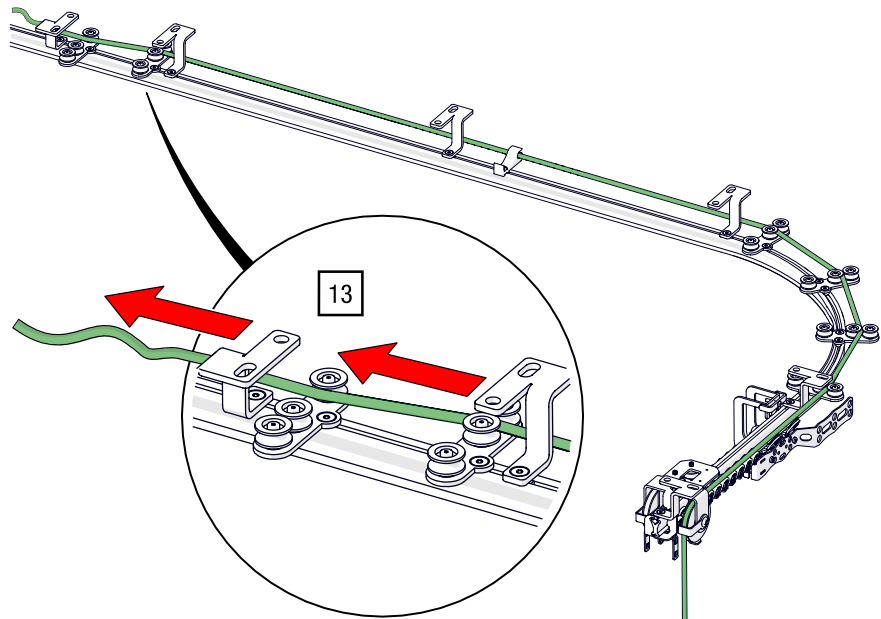

Abb. 78: Variante ②: Obenliegende Seilführung – Leiten von Seil durch Spurwechsel
13. Führen Sie das Seilende durch die zwei Umlenkrollen auf den zweiten Schienenlauf (folgende Abb. 78 zeigt Variante für einen zweiteiligen Vorhang und einläufigen Schienenverlauf).